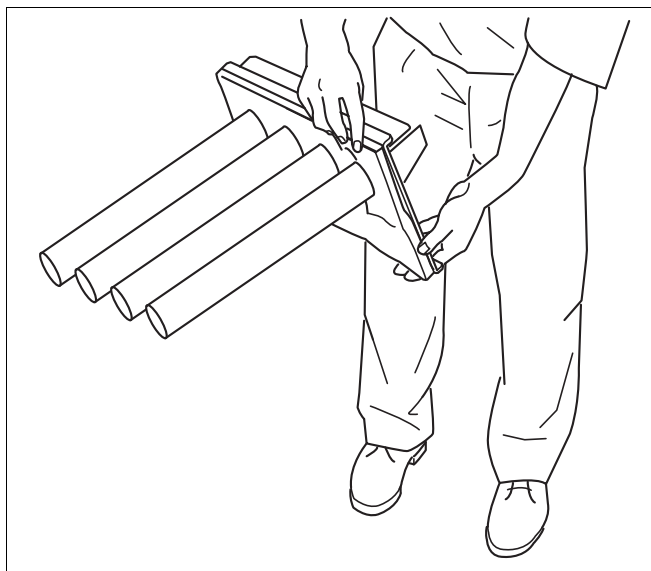

Fig. 42 Înclinați arzătorul
- Apa rămasă îndepărtați-o prin înclinarea arzătorului (Fig. 42).